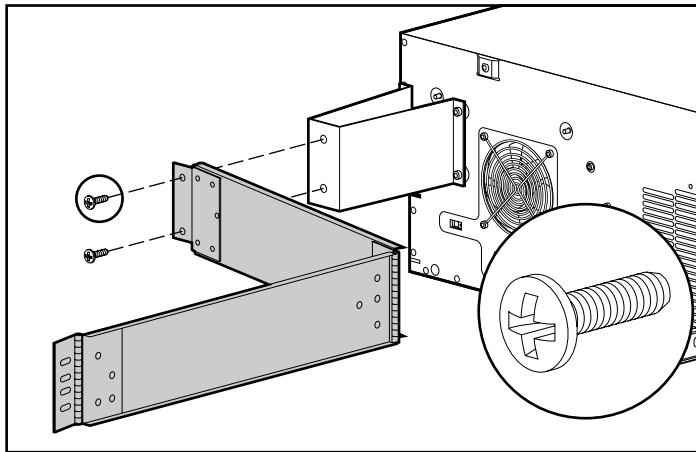

Abbildung 3-14: Anbringen des Kabelführungsarms an der Halterung des Kabelführungsarms
1. Nachdem Sie das 5U Rackmount Enclosure im Rack installiert haben, können Sie ein Ende des Kabelführungsarms durch zwei M6 x 1.0-12L Phillips-Kreuzschlitzschrauben und mit einem Kreuzschlitzschraubendreher Phillips Nr. 3 an der Halterung des Kabelführungsarms befestigen. Bringen Sie den Kabelführungsarm so an der Halterung des Kabelführungsarms an, wie in Abbildung 3-14 dargestellt.